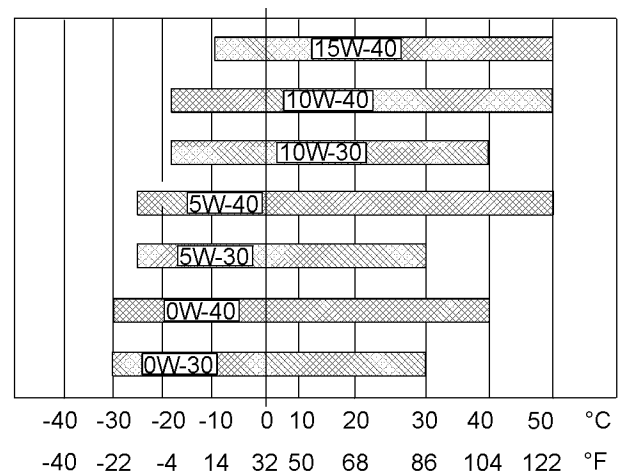

Abbildung 35
Informationen zur Bestimmung der erforderlichen Ölviskosität beim Starten eines kalten Motors sind der Abbildung 35 (Tiefsttemperatur) zu entnehmen.
Zur Bestimmung der notwendigen Ölviskosität für den Motorbetrieb bei der höchsten zu erwartenden Umgebungstemperatur siehe Abbildung 35 (maximale Temperatur).
- Siehe die entsprechenden Schmierstoffviskositäten. Siehe die entsprechende Abbildung 35 , um den richtigen Viskositätsgrad für den Motor zu bestimmen.